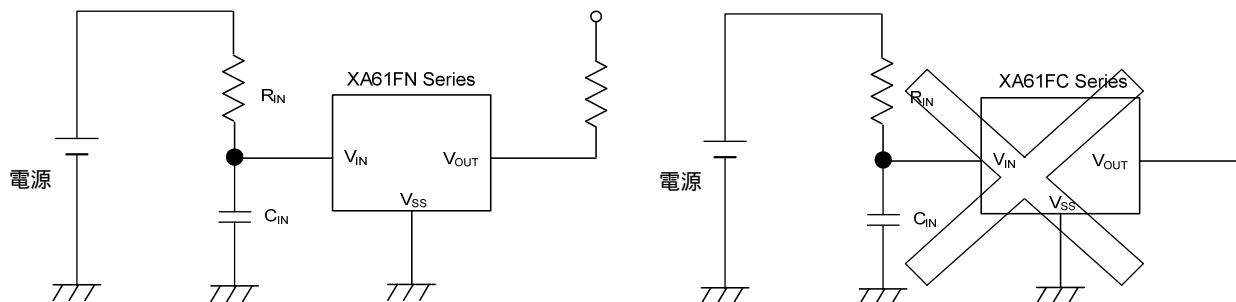

図 1 . 入力抵抗を入れた時の回路例
4. 止むを得ず入力抵抗 R_{IN} を入れて使用する場合、上記発振を抑えるため入力インピーダンスは出来る限り小さくしてご使用下さい。また、 $R_{IN}=10k\Omega$ 以下、 $C_{IN}=0.1\mu F$ 以上をご使用の上、実機での評価を十分に行ってください。但し、Nch オープンドレイン出力品に限ります。(図 1 参照)